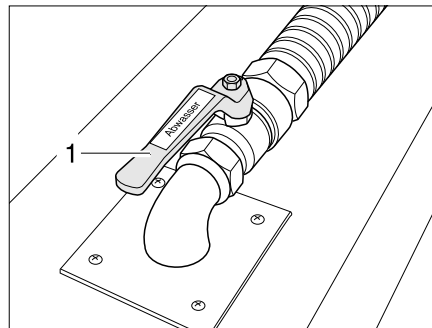

Fig. 352 Rubinetto di scolo delle acque grigie
Il rubinetto di scolo delle acque grigie (Fig. 352,2) è nero e reca la scritta "Abwasser" ("Acque grigie").
- Aprire il rubinetto di scolo delle acque grigie (Fig. 352,2). Le acque grigie fuoriescono.